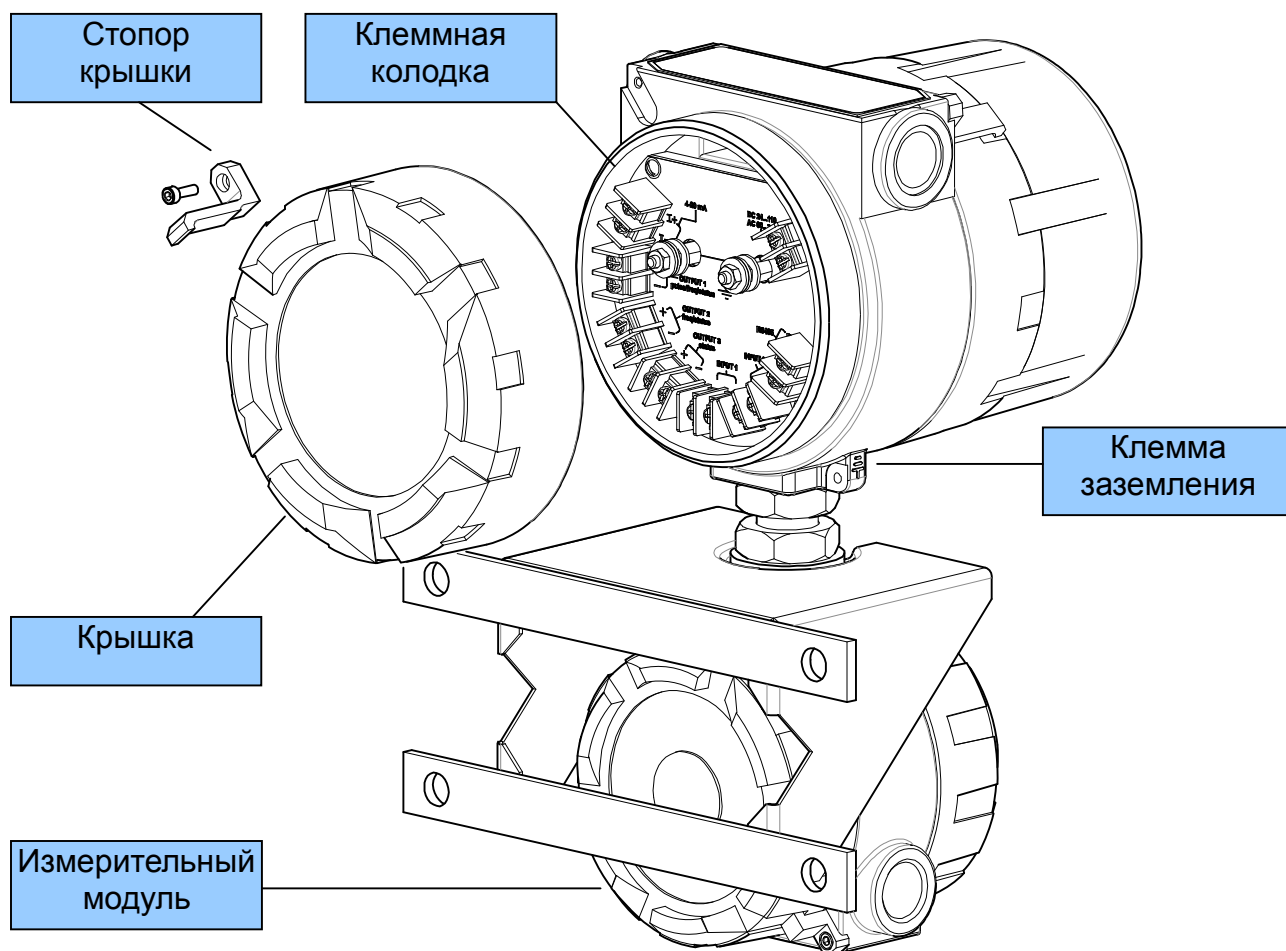

Рисунок 2.10 – Корпус модуля процессора.
- 8) Если кабели помещены в металлические кабелепроводы, присоедините провода заземления кабелепроводов к клемме заземления на корпусе модуля процессора (рисунок 2.10).